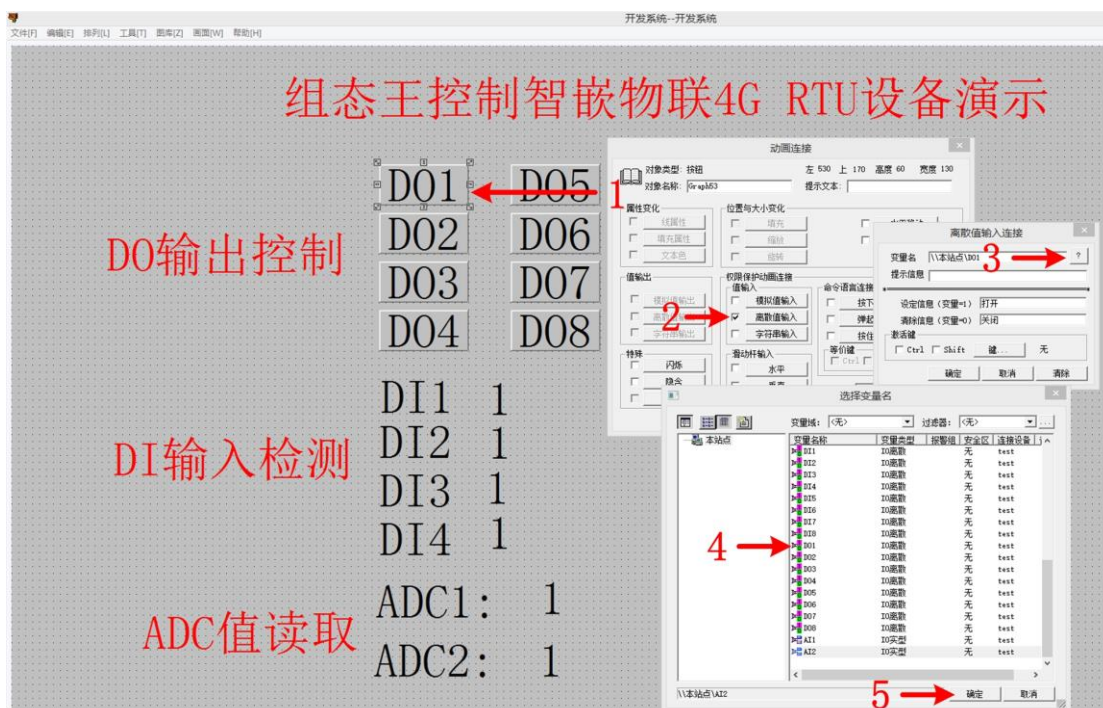
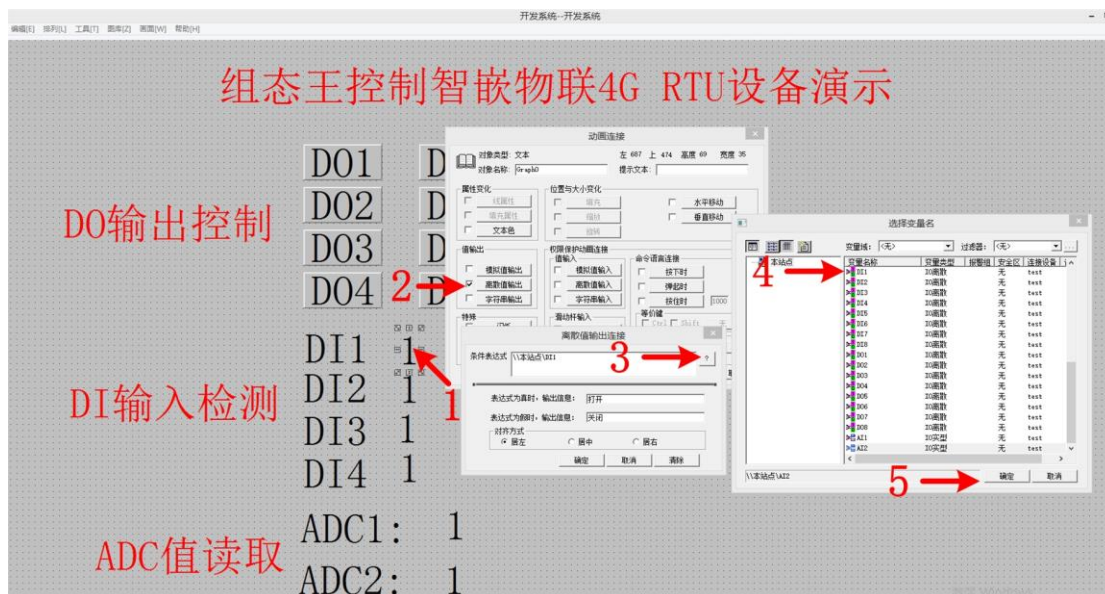
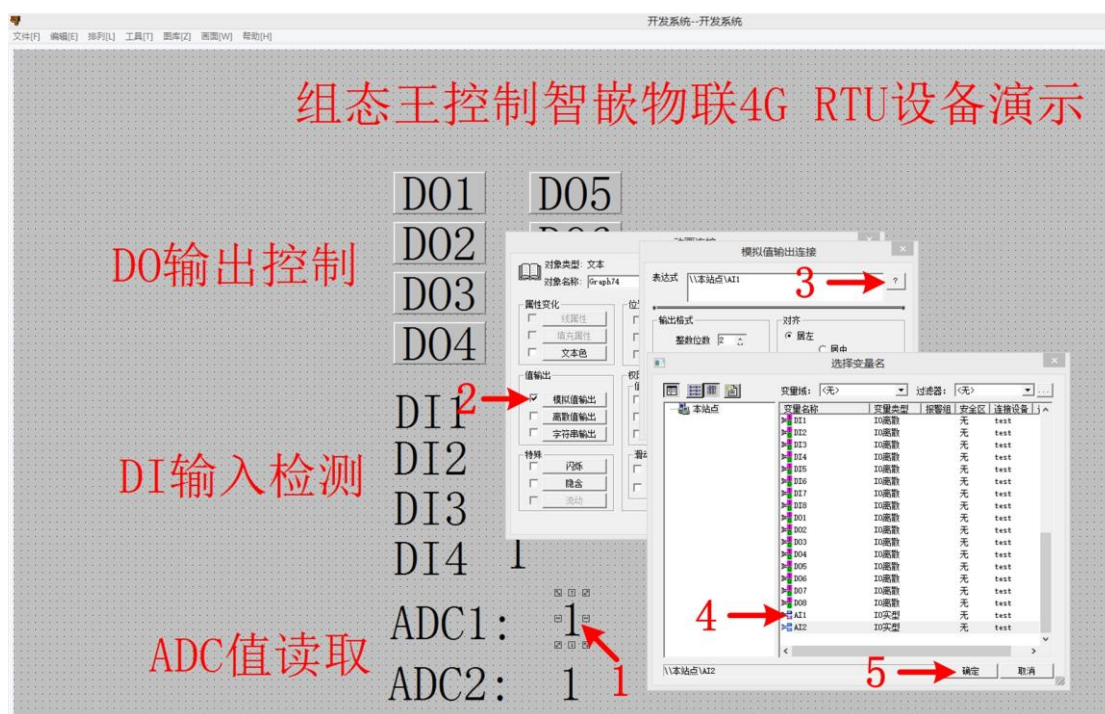

图 9.27 组态王变量关联 DO 输出
图 9.28 组态王变量关联 DI 输入
图 9.29 组态王变量关联 ADC
17. 分别双击界面中的按钮及文本，在弹出的对话框中，按图 9.27、图 9.28、图 9.29 步骤设置。